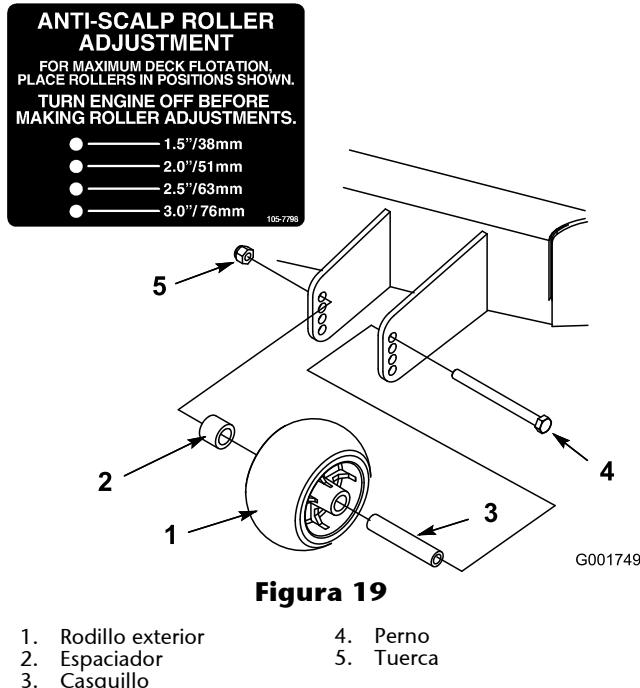

Figura 19
- Después de ajustar la altura de corte, retire la tuerca con arandela prensada, el casquillo, el espaciador y el perno (Figura 19).
- Seleccione el taladro que hará que los rodillos centrales estén lo más próximos posible a la altura de corte deseada (Figura 19).
- Instale el rodillo exterior, el casquillo, el espaciador, el perno y la tuerca (Figura 19).